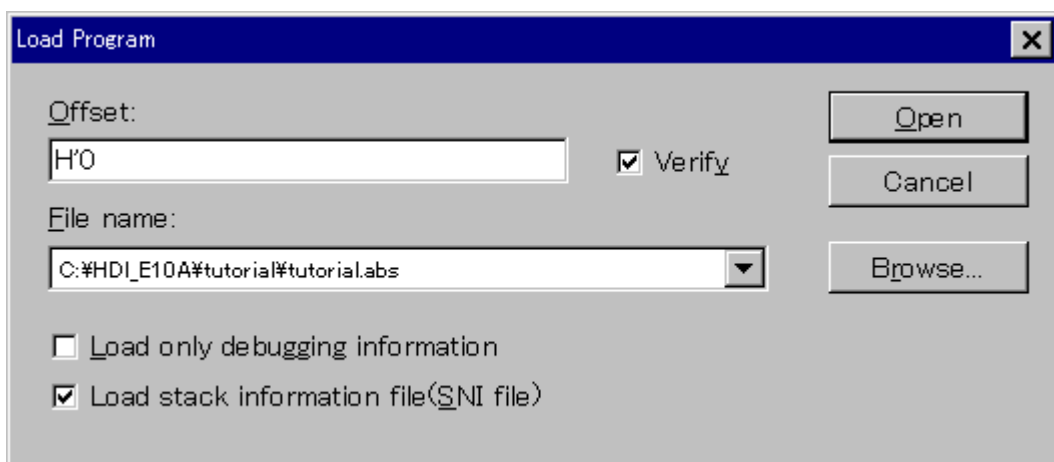

図 3.4 [Load Program]ダイアログボックス
- [File]メニューから[Load Program...]を選択します。[Load Program]ダイアログボックスが表示されますので、[Offset]エディットボックス、および[File name]リストボックスに図 3.4 に示すように入力し、[Open]ボタンをクリックしてください。